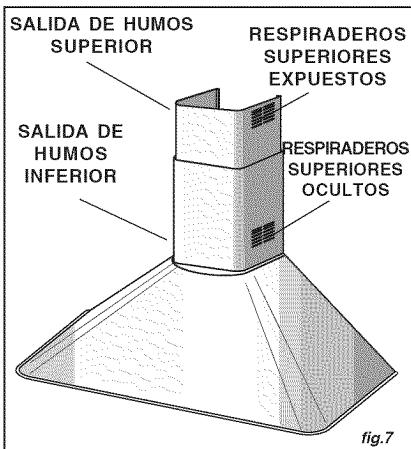

fig.7
4. Coloque con cuidado la salida de humos decorativa inferior en el área empotrada de la parte superior de la campana de cocina. Fig.7
5. Deslice cuidadosamente la salida de humos decorativa superior hacia abajo, dentro de la salida de humos inferior. Fig.7
8. Coloque con cuidado la salida de humos decorativa inferior en el área empotrada de la parte superior de la campana de cocina. Fig.7
Nota: los respiraderos deben estar hacia arriba. Fig. 7